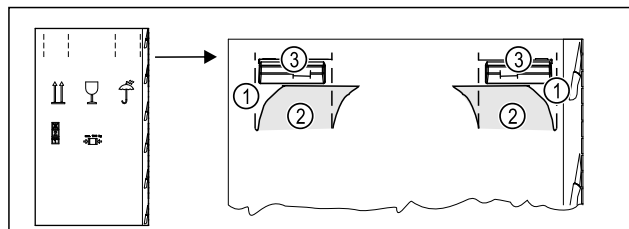

Fig. 6
- Vtlačte obalový karton nahoře na perforaci Fig. 6 (1).
- Vytáhněte vtažené spojky Fig. 6 (2).
- Pravá a levá rukojeť Fig. 6 (3) je viditelná.
- Držte spotřebič za rukojeti Fig. 6 (3).